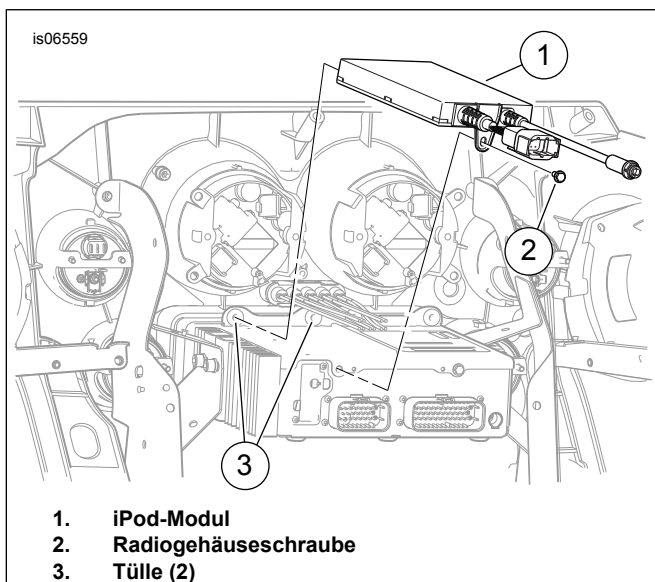

Abbildung 1. iPod-Modul-Einbau
1. Siehe Abbildung 1. Das iPod-Modul (1) auf dem AM/FM-Radiogehäuse auffindig machen:
- a. Die Schraube (2) an der Rückseite des Radios entfernen.
- b. Das iPod-Modul so auf das AM/FM-Radio setzen, dass die Metallkegel an einem Ende des Moduls fest in die Gummitüllen (3) links außen an der Radiovorderseite passen.
- c. Das Modul mit der Radiogehäuseschraube (2) am Radio befestigen. Auf ein Drehmoment von 4,0–5,1 N·m (35–45 in·lb) anziehen.